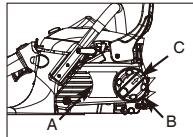

Fig. 3B
3. Släpp knappen (C) något genom att vrida ratten moturs och sedan vrida kedjespänningssringen (B) moturs för att släppa kedjan. (Fig. 3B)
4. Ta bort drivhjulet kåpa (A) genom att vrida knappen (B) moturs. (Fig. 3B)